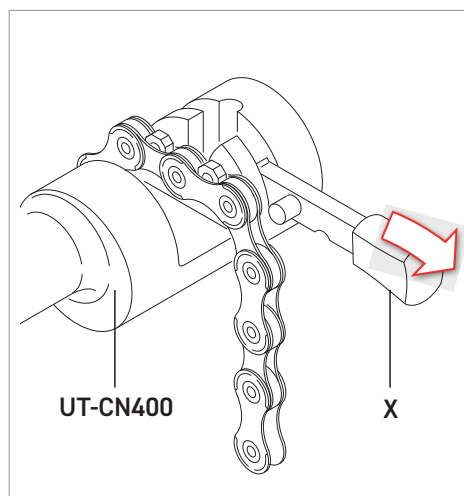

Fig.9
- Inserire la maglia da chiudere nelle apposite sedi (Fig. 9).